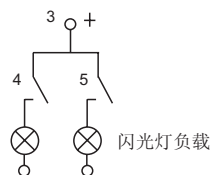

图3
备注：(1) 表中的灯负载指的是非闪光灯负载，当用于闪光灯负载时，须按图3极性要求接线，并须采用特殊AgSnO2触点，订货标记中客户特性号为(170)；
(2) 触点接线图如下所示：